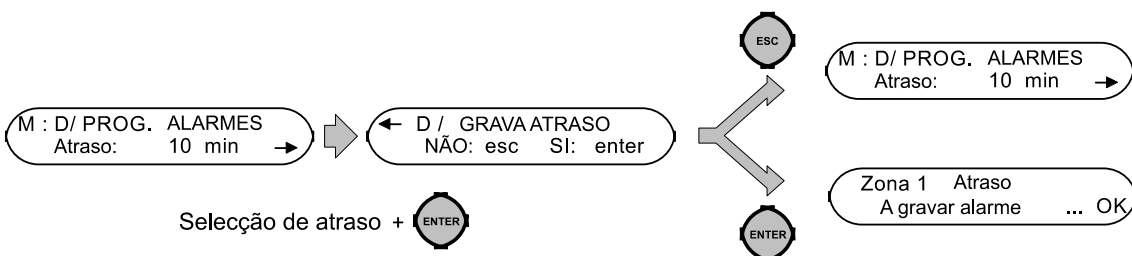

Figura 4. Ecrã Programação Atraso de Alarmes.
- * **Programação de Atraso de Alarmes** (figura 4).